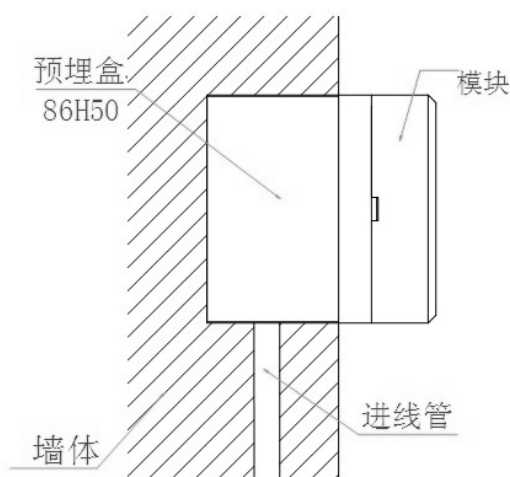
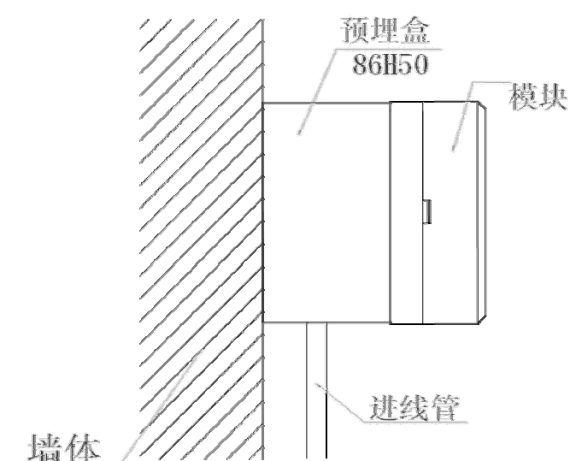

图 3
图 4
1. TX3200 (A) 输入模块采用进线管明装和进线管暗装方式, 安装时只需拔下模块, 从预埋盒的进线孔中穿入电缆并接在模块底座的相应端子上, 再插好模块即可安装好, 安装示意图见图 3、图 4: